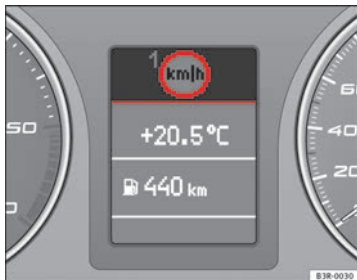

Abb. 56 Display: Geschwindigkeitswarnanlage
Die Geschwindigkeitswarnanlage warnt den Fahrer, wenn er eine zuvor abgespeicherte Höchstgeschwindigkeit überschreitet. Sobald die Geschwindigkeit den abgespeicherten Wert um etwa 10 km/h überschreitet, ertönt ein Warnton. Gleichzeitig erscheint im Display ein Warnsymbol  $\Rightarrow$  Abb. 56.
Das Geschwindigkeitswarnsymbol im Display  der Warnschwelle 1  $\Rightarrow$  Abb. 56 erscheint beim Überschreiten der gespeicherten Höchstgeschwindigkeit. Es erlischt wieder, wenn die Geschwindigkeit unter die gespeicherte Höchstgeschwindigkeit verringert wird.
- Die CHECK-Taste so lange drücken, bis das Symbol ⇒ Abb. 56 erscheint.